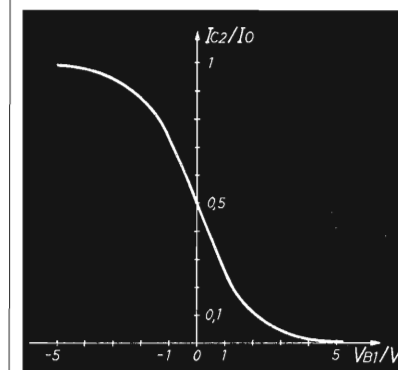

figura A.2
La (2) è rappresentata graficamente in figura A.2) che mostra chiaramente che, per una variazione lineare della tensione di ingresso VB1 da -5VT a +5VT circa, la corrente Ic2 varia da Io a zero con andamento non lineare di tipo esponenziale.